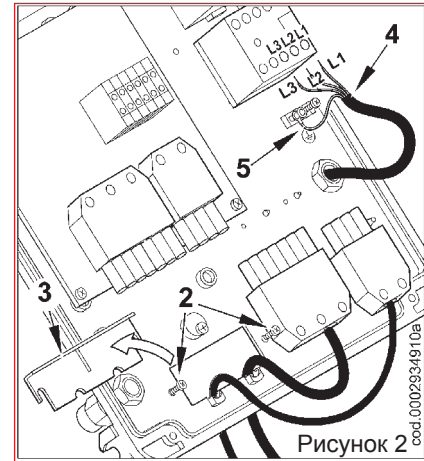

Рисунок 2
- Снимите крышку, отвернув четыре винта (1), как показано на рисунке 1, не убирая прозрачное окошко. Так будет получен доступ к электрическому щиту горелки.
- Ослабьте винты (2). После того, как вы сняли кабельный зажим (3), пропустите через отверстие 7- и 4- штырьковый разъёмы (см. рис. 2). Подсоедините токоподводящие провода (4) к дистанционному выключателю, закрепите заземляющий провод (5) и затяните соответствующий кабельный зажим.
- Установите зажимную пластинку, как показано на рисунке 3. Поверните эксцентрик (6) так, чтобы пластинка должным образом надавила на два провода. После этого затяните крепежные винты пластинки. Наконец, соедините два разъёма, 7- и 4-штырьковый.